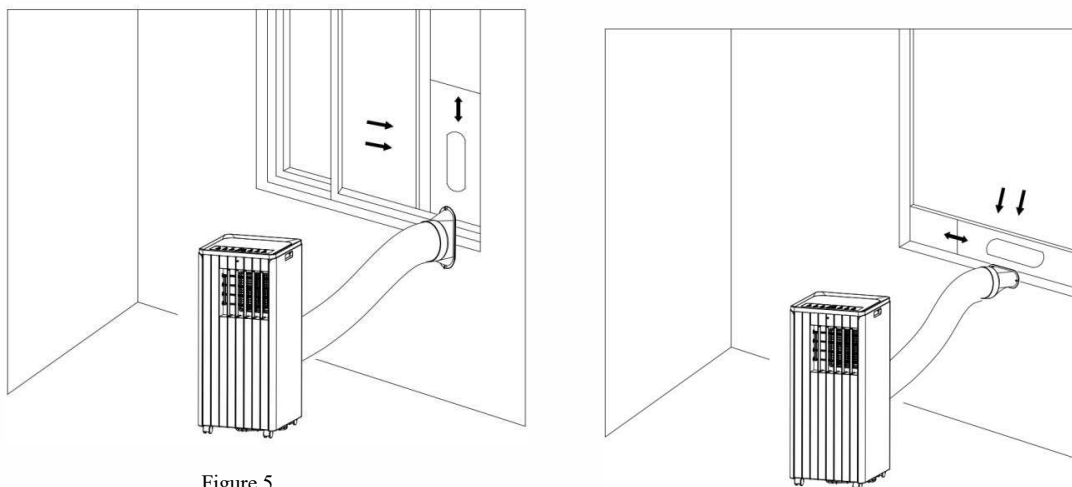

Figure 5
- 3) Allongez le tuyau d'évacuation et enclenchez l'extrémité plate des raccords du tuyau d'évacuation dans l'orifice de l'ensemble de plaque d'étanchéité de la fenêtre (comme illustré sur les figures 5 et 6).